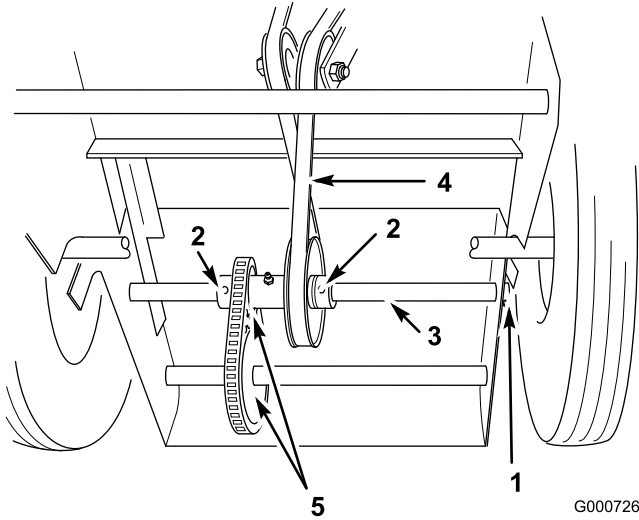

Figura 37
fijación en cada uno de los collares, y golpee el eje hacia la izquierda lo suficiente como para poder instalar la correa nueva (Figura 37).
15. Instale la correa alrededor de la polea del eje de transmisión (Figura 37).
Importante: La correa debe instalarse según muestra Figura 37; si no, la transmisión de tracción funcionará en marcha atrás.
16. Vuelva a colocar el eje en su posición original, fije los collares con los tornillos de fijación, y fije el eje con la chaveta (Figura 37).
17. Asegúrese de que los piñones están correctamente alineados (Figura 37).